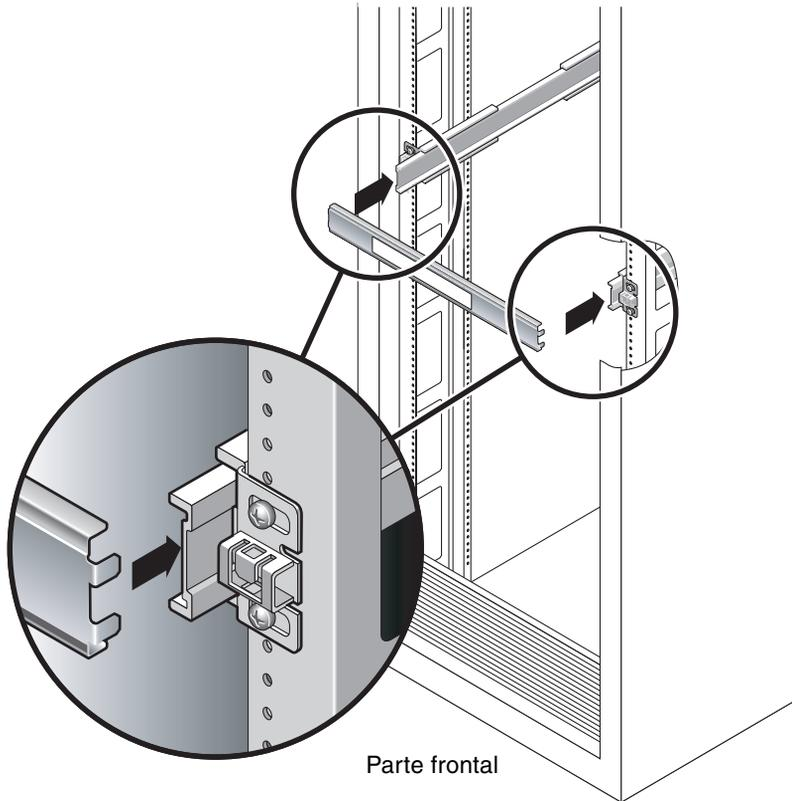

FIGURA 2-7 Uso del separador para ajustar la distancia entre las dos guías
- a. Desde la parte posterior del bastidor, introduzca el extremo izquierdo del separador en las ranuras situadas al final de la pieza central de la guía izquierda (FIGURA 2-7).